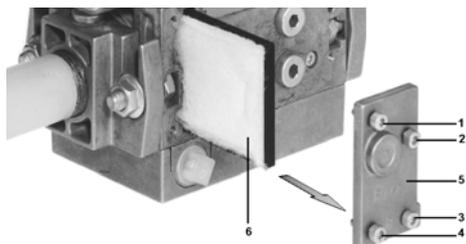

Fig. 53
- 2 Svitare le viti 1 ÷ 4 con una chiave esagonale n. 3 e togliere il coperchio del filtro 5 in Fig. 53.